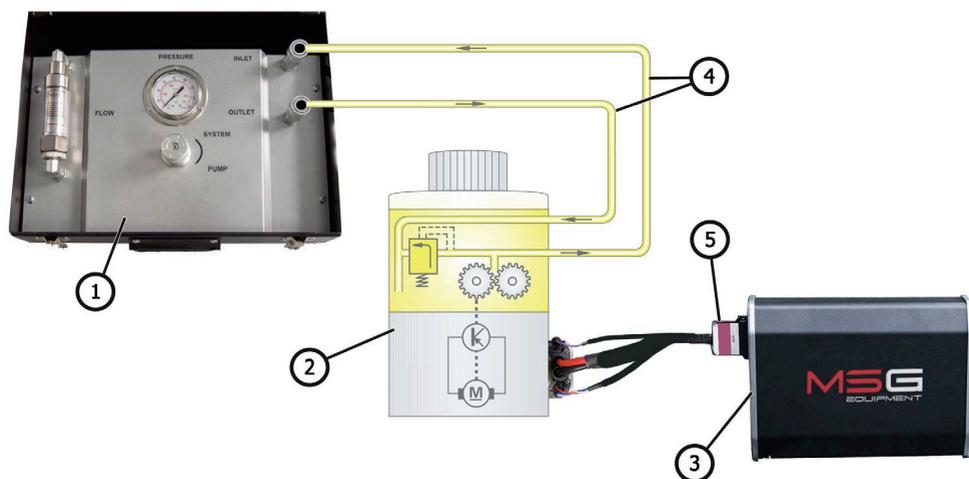

Рисунок 3. Схема підключення електричного насоса для його діагностики:
1. Підключіть тестер MS511 до насоса, використовуючи відповідний фітінг і рукава високого тиску з комплекту поставки (див. рис. 3):